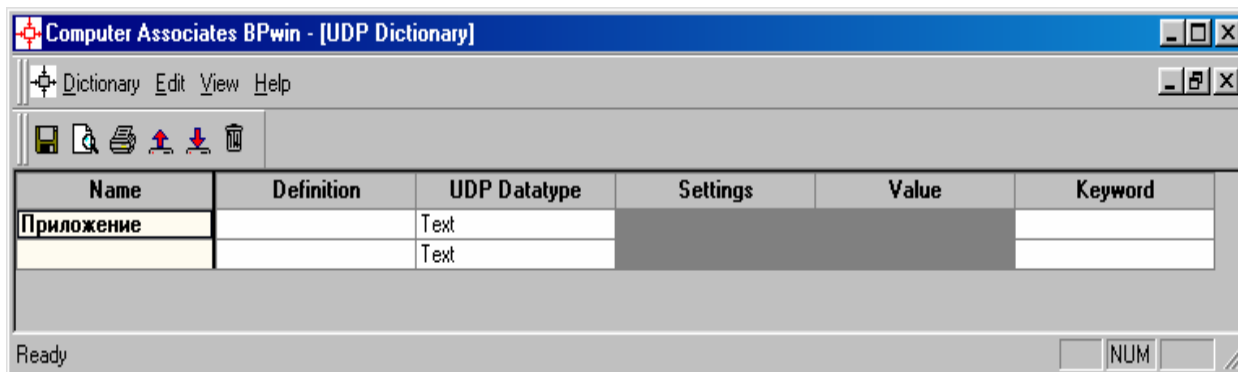

Рисунок 11.2 – Словарь **UDP**
2. Создайте **UDP**. Для этого перейдите в меню **Dictionary/UDP** и в словаре внесите имя **UDP**, например "**Приложение**" (рисунок 11.2).